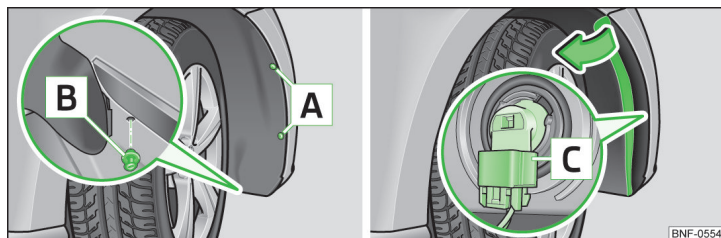

Fig. 132 Bombilla para los faros antiniebla
- Con el destornillador del equipo de herramientas a bordo, destornille los tornillos **[A]** » fig. 132 del revestimiento del paso de rueda.